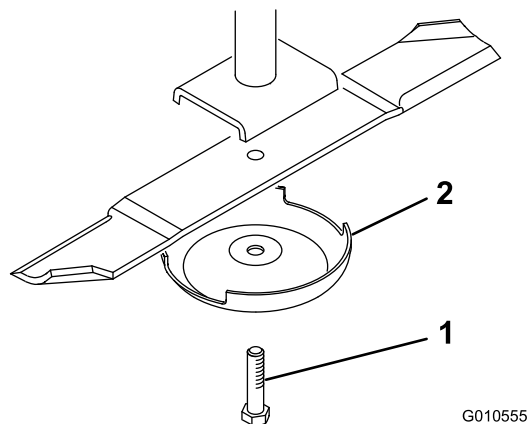

Figura 28
2. Afferrate l'estremità della lama con un cencio o un guanto bene imbottito. Togliete il bullone, la coppa antistrappo e la lama dall'asse del perno (Figura 28).